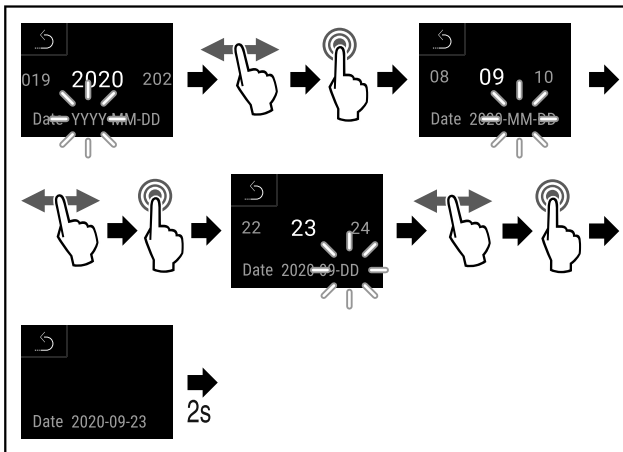

Fig. 55
- Stappen (zie Fig. 55) uitvoeren.